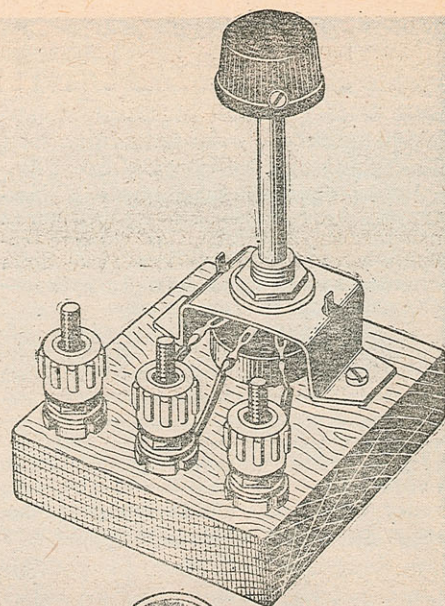

Рис. 8.
8. Переменное сопротивление 1,5 мом (рис. 8). Условное обозначение —  $R_1$ .